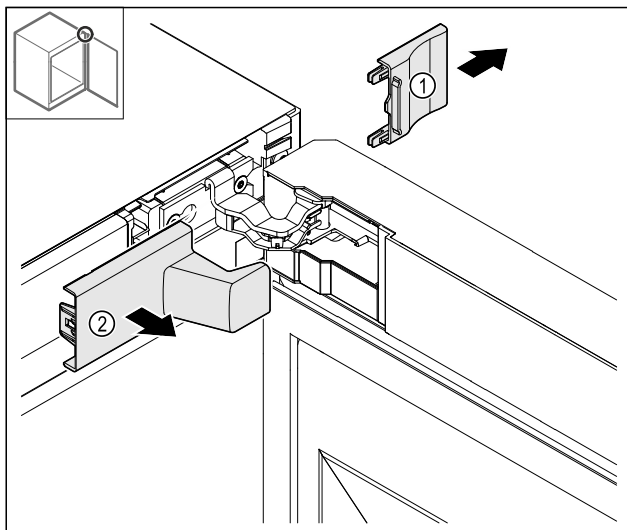

Fig. 8
- Afdekking Fig. 8 (1) en vervolgens Fig. 8 (2) verwijderen.